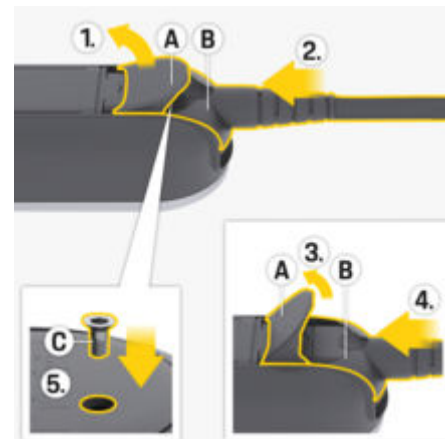

Fig. 50 Fixation du câble de raccordement au secteur et blocage du connecteur
1. Ouvrez le volet **A** (Fig. 50) d'environ 15 degrés (jusqu'à ce que le connecteur **B** (Fig. 50) passe dans l'unité de commande).
2. Insérez le connecteur **B** (Fig. 50) dans l'unité de commande, jusqu'au premier point de résistance.
3. Ouvrez entièrement le volet **A** (Fig. 50).
4. Insérez entièrement le connecteur **B** (Fig. 50).
5. Fermez entièrement le volet **A** (Fig. 50) et serrez-le à l'aide de la vis **C** (Fig. 50).